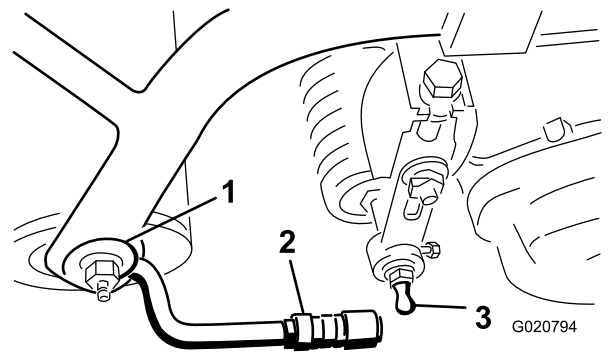

Bild 6
3. Schieben Sie die Hülse an jeder Kugellageraufnahme zurück und haken Sie die Aufnahme in den Kugelbolzen der Schneideinheit ein. Lösen Sie die Hülse, sodass sie über den Bolzen geht und die Teile miteinander verbindet (Bild 6).